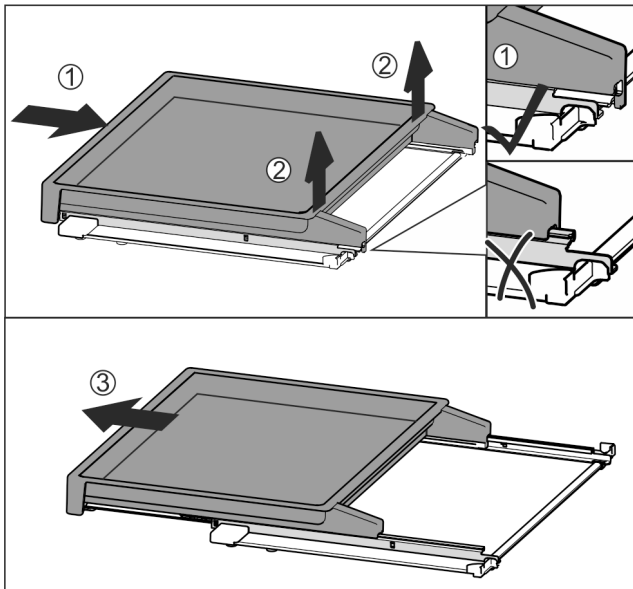

Fig. 78
- ▶ Împingeți complet raftul extractibil în interior Fig. 78 (1).
- ▶ Desfaceți blocarea din partea din spate Fig. 78 (2).
- ▶ Extrageți raftul extractibil către înainte Fig. 78 (3).